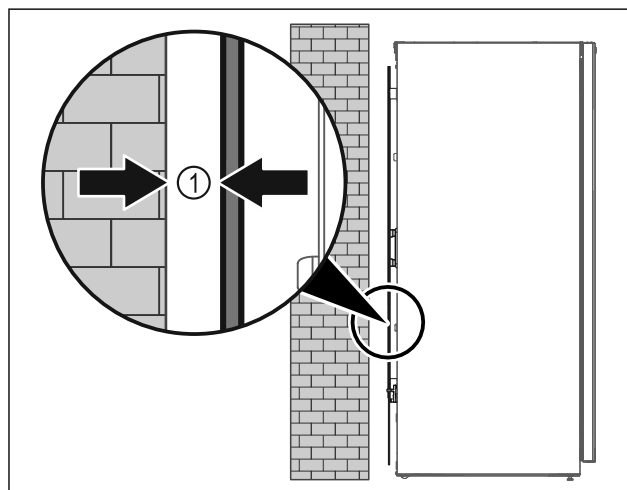

Fig. 6
- Pange seade üles kas vabalt ruumi või vahetult vastu seinale minimaalse vahekaugusega 5 mm Fig. 6 (1).